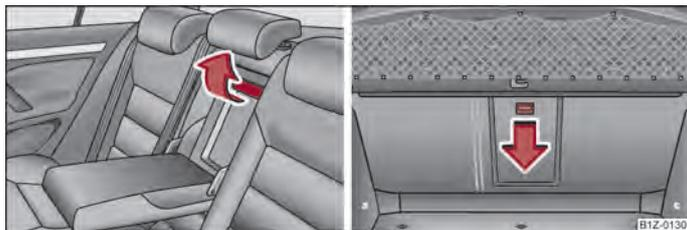

Fig. 87 Assento traseiro: manipulador da tampa / bagageira: Tecla de desengate
- Puxe o manipulador para cima, até ao batente, e abra a tampa para baixo ⇒ Fig. 87 - à esquerda.
- Empurre o botão de desbloqueio para baixo ⇒ Fig. 87 - à direita, e vire a tampa (com o apoio de braço) para a frente.